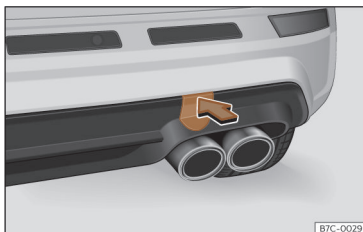

Fig. 185 Du côté droit du pare-chocs arrière : retirer le cache.
Le logement de l'œillet de remorquage à visser se trouve sur la partie droite du pare-chocs arrière, derrière un cache >>> **fig. 185**.
- Appuyez sur la partie supérieure du cache >>> **fig. 185** afin de le dégager.